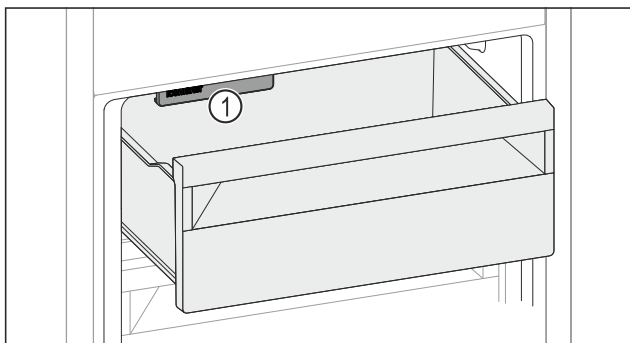

Fig. 236
- Uzmite u obzir IceMaker Fig. 236 (1).